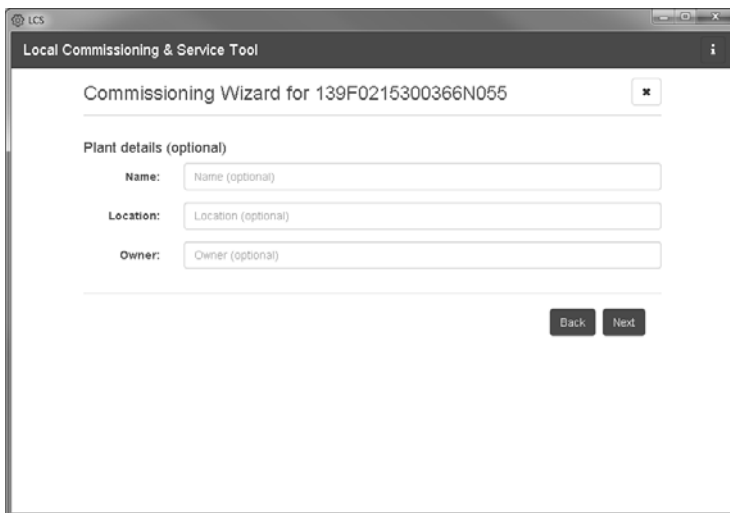

Imagen 5.4. LCS-Tool: detalles de la planta
5. Si lo desea, puede introducir un nombre, una sede y un propietario del Inverter Manager. Consulte la imagen 5.4.